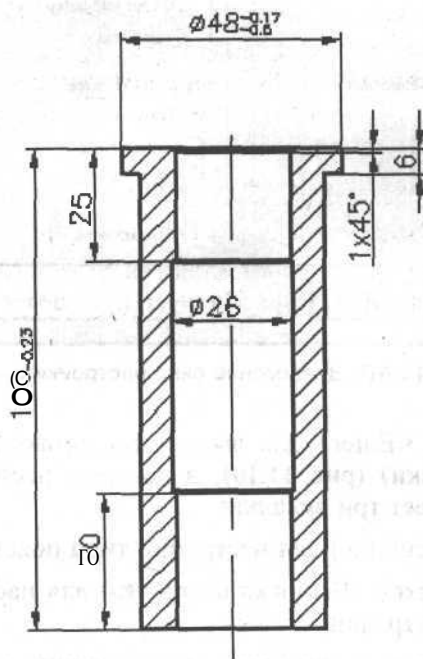

Рис. 11.9. Размер с допуском, нанесенный двухэтажным текстом
9. Щелкните мышью в том месте, где будет размещаться размерный текст с допуском. На чертеже появится размер длины втулки с допусками (рис. 11.9).